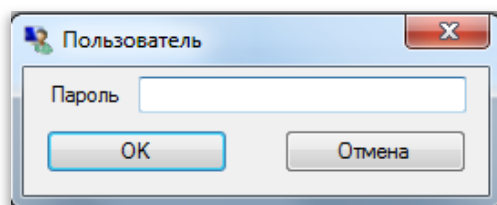

Рисунок 4 – Запрос пароля
2.1.9.2 При записи уставок запрашивается ввод пароля** (см. рисунок 4), с помощью клавиатуры необходимо ввести набор символов, являющийся паролем терминала и нажать «**ОК**».